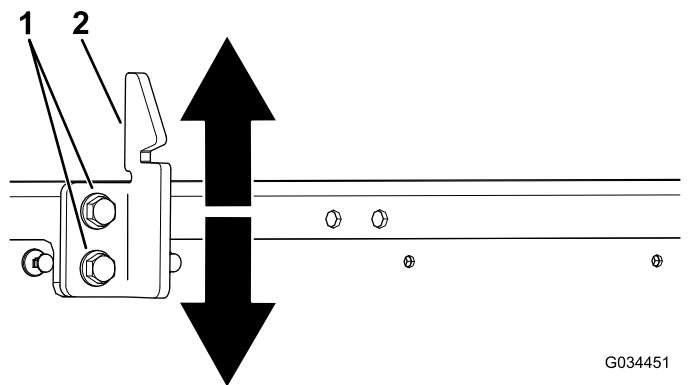

Figura 54
3. Slăbii cele 2 uruburi de pe zăvorul platformei și deplaseai zăvorul în sus sau în jos, în funcie de poziia prea ridicată sau prea joasă a acestuia. (Figura 54).
4. Strângei cele 2 uruburi de pe zăvorul platformei (Figura 54).